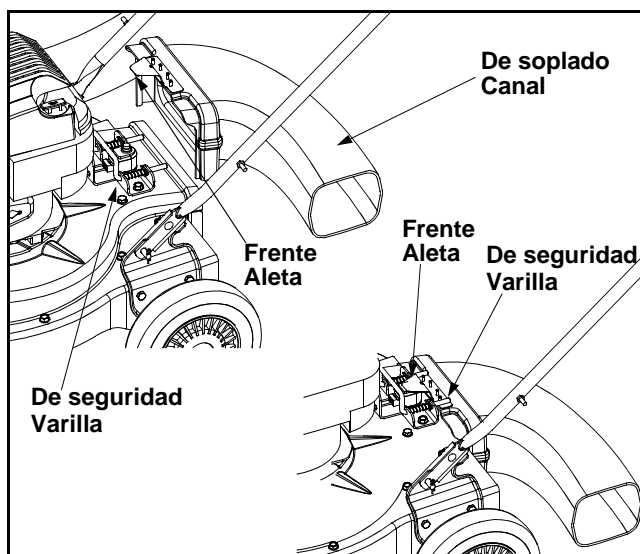

Figura 5
- Tome el canal de soplado con una mano y deslice la varilla de seguridad del soporte de montaje hacia el motor con la otra mano. Use el extremo del soporte de montaje como palanca cuando deslice la varilla de seguridad. Ver Figura 5.
- Tome el canal de soplado con una mano y tire de la varilla de seguridad del soporte de montaje hacia el motor con la otra mano para soltarlo. Consulte Figura 5.